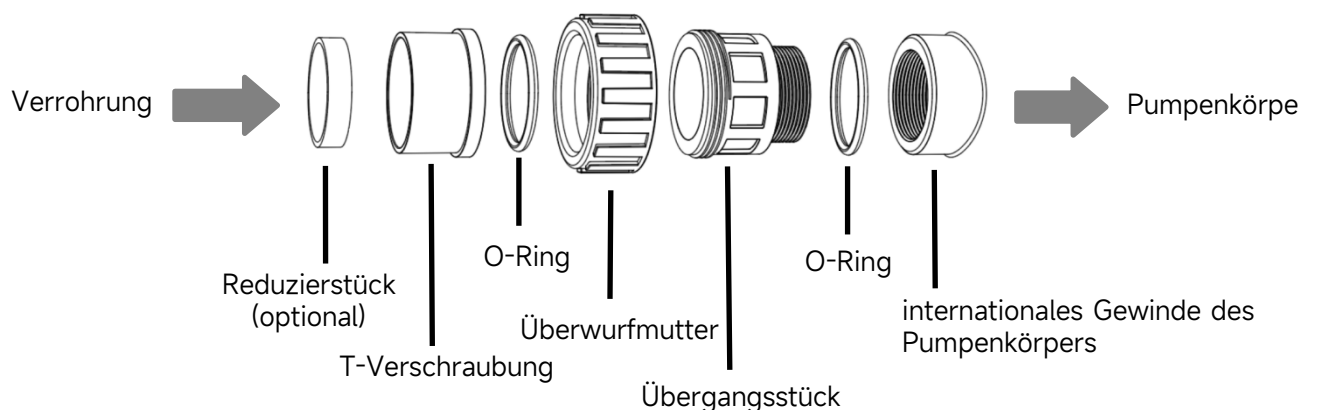

Abbildung 3 - Fittingset
- 3) Verwenden Sie das vom Pumpenhersteller mitgelieferte UNION KIT (siehe Abbildung 3). Verwenden Sie keine anderen Fittings für den Anschluss des Pumpeneinlasses/-auslasses, da sonst die Fittings nicht passen und das Pumpengehäuse beschädigt werden könnte.